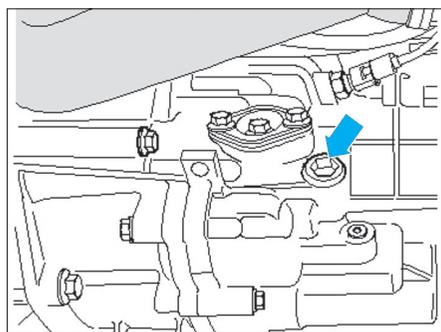

Fig. 1
- Déposer le bouchon de remplissage (Fig.1).